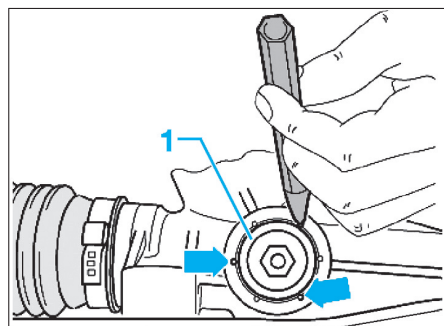

Fig. 17
- Dans ce cas, serrer progressivement la vis de réglage (1) du boîtier de direction, jusqu'à disparition du claquement (Fig.17).